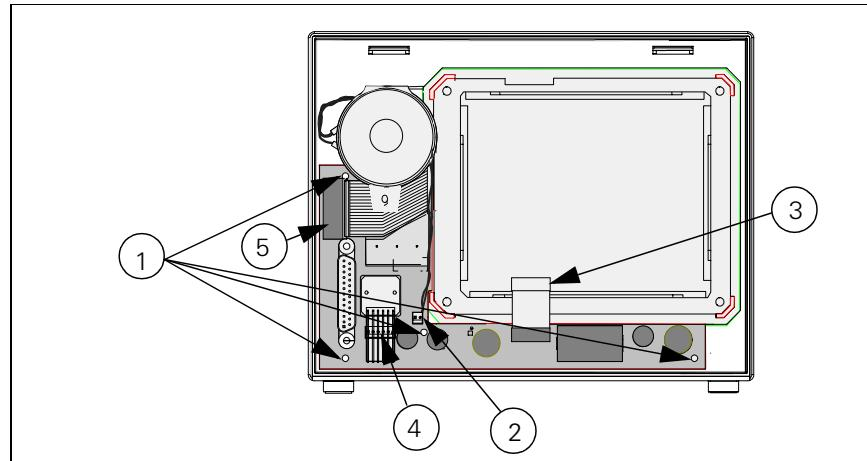
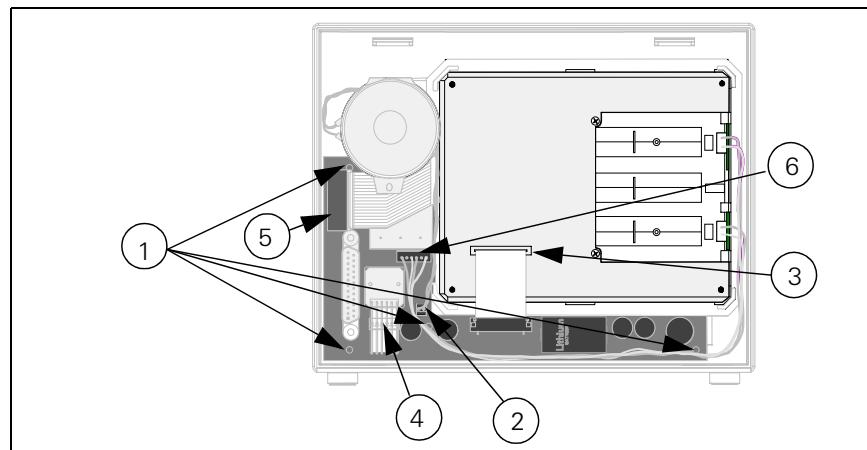

Abbildung 3-16 SC 5000 Einbau der Leiterplatte im vorderen Gehäuse
Abbildung 3-17 SC 6000P/6002 Einbau der Leiterplatte in die Fronteinheit
Siehe Abbildung 3-16 auf Seite 63 für den SC 5000 und Abbildung 3-17 für SC 6000P und SC 6002. Obwohl elektronische Unterschiede zwischen den Leiterplatten des SC 5000 und der SC 6000P/6002 bestehen, werden sie im wesentlichen auf die gleiche Art und Weise ein- bzw. ausgebaut. Die Leiterplatten werden von vier Zapfen ① im vorderen Gehäuse festgehalten und verfügen über mehrere Verbindungsstücke, die für den Ausbau aus- und für den Einbau eingesteckt werden müssen.